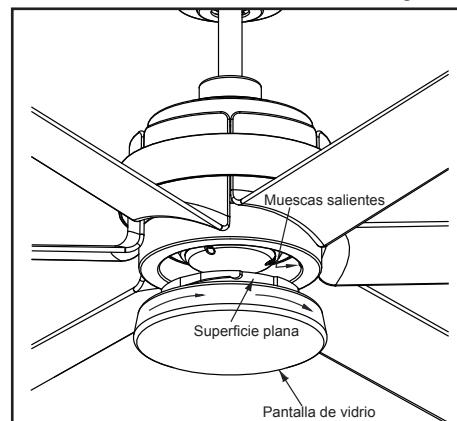

Figura 19
5. Coloca el tazón de vidrio dentro de la carcasa kit de luces alineando las tres áreas planas en la parte superior del tazón con las tres muescas salientes en la carcasa del kit de luces. Gira la pantalla de vidrio hacia la derecha hasta que se detenga. (Figura 19)